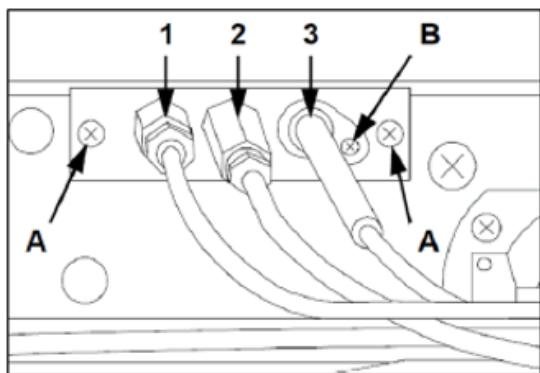

FIG.18
- Dévisser le thermocouple avec une clé appropriée (FIG.18-Ref.1) ;
- Dévisser les 2 vis de support (FIG.18-Ref.A) fixer le nouveau pilote ;
- Fixer le nouveau pilote en suivant la procédure ci-dessus (FIG.18-Ref.2).
- Retirer le bouchon en dévissant la vis (FIG.18-Ref.B) ;
- Fixer le nouveau bouchon (FIG.18-Ref.3) en suivant la procédure ci-dessus.